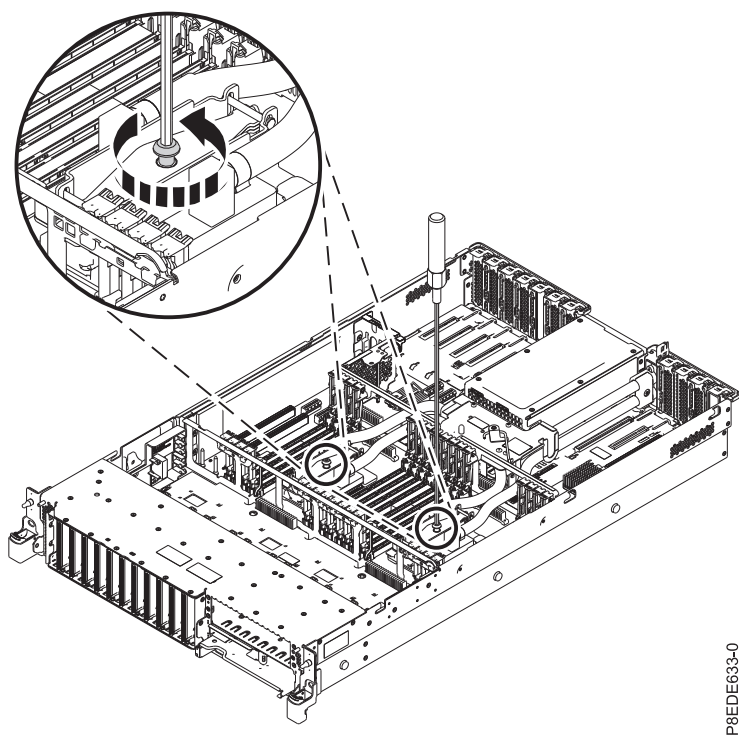

Figura 26. Afrouxando o parafuso retentor da placa fria
- c. Afrouxe o parafuso retentor da placa fria com uma chave Allen de 4 mm ou 5/32 pol., conforme mostrado em Figura 26.